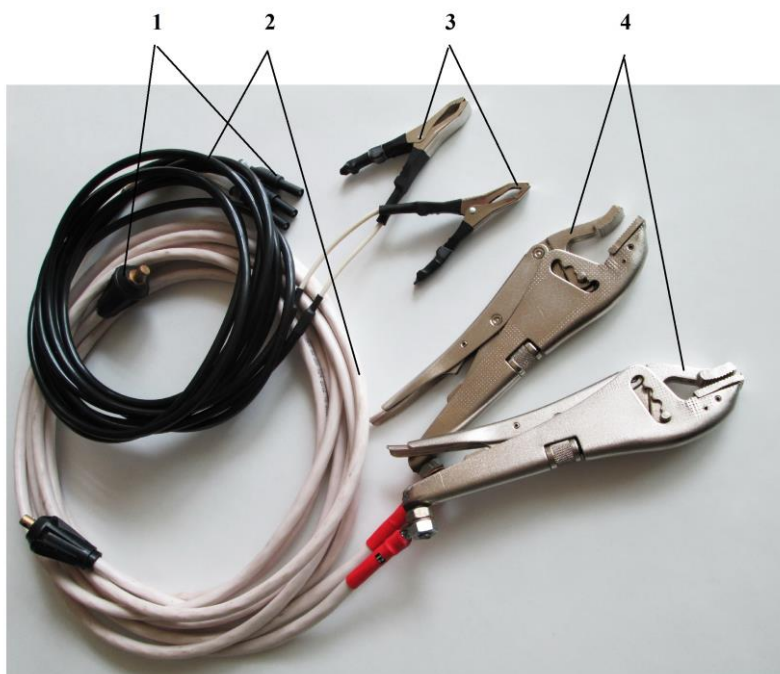

Рисунок 3
1.3.4 Кабель измерительный (рисунок 3) состоит из клемм (1) подключения к омметру, потенциальных и токовых кабелей (2), потенциальных зажимов (3) и токовых зажимов (4).
3.6 Очистить поверхность объекта измерения от краски, окислов или загрязнений в местах подключения зажимов 3 и 4 (смотри рисунок 3).